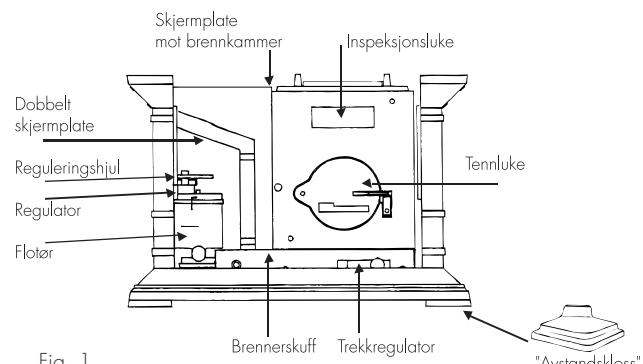

Fig. 1
- Settes brennerseksjonen direkte på gulvet, uten underlagsplate, skal den stå på 4 stk. «avstandsklosser» som inngår i leveringen (se fig. 1). (Foran ildstedet skal det legges en gulvplate med minst 300 mm dybde). Settes den på gulvplate som anvis i monteringsanvisningen for peisovnen kan «klossene» sløyfes. Fjern papp på inspeksjonsluke (se fig. 1).
5. Reguleringshjulet på toppen av flotøren dreies til max. stilling (6) (se fig. 1). Skyv trekkregulatoren ca 10-15 mm til venstre.
10. Regulering av lufttilførselen til brenneren. Normalt skal trekkregulatoren (se fig. 1) stå med liten åpning når regulatoren står i stilling fra 1 til ca. 3. Økes belastning en åpnes for mer lufttilførsel - slik at flammene brenner blått og ikke soter (evt. med gule flammetopper). Blafrende flammer kan skyldes for stor åpning på trekkregulatoren. Altså: Jo mer bensel, jo mer luft.
D. Fjern den dobbelte skjermplaten (varmeskjoldet). Det står løst (se fig. 1).